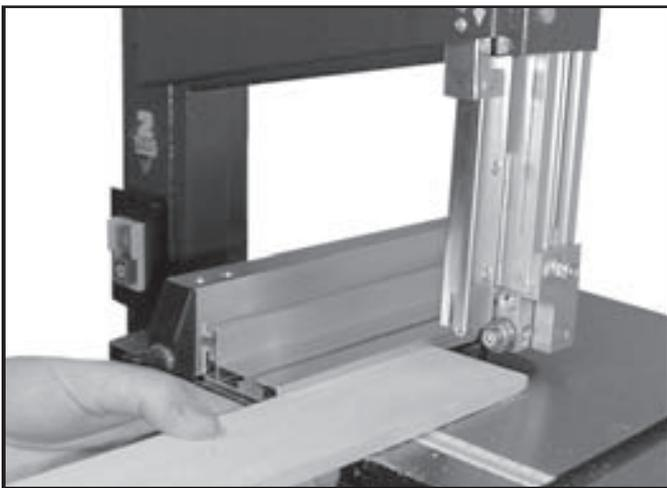

Figura 15
6. Sujete firmemente la pieza de trabajo a la mesa con las dos manos y lentamente aliméntela hacia la segueta. (Vea Figura 15)